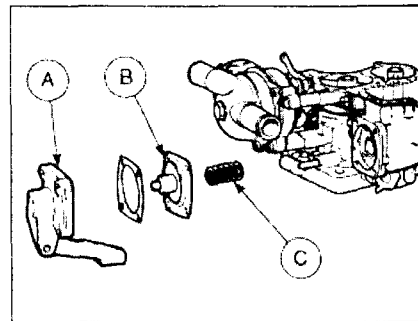

Рис. 3.15 Ускорительный насос
- 15 Отверните четыре винта и снимите крышку ускорительного насоса, диафрагму и пружину. Диафрагма не должна иметь повреждений (рис. 3.15).